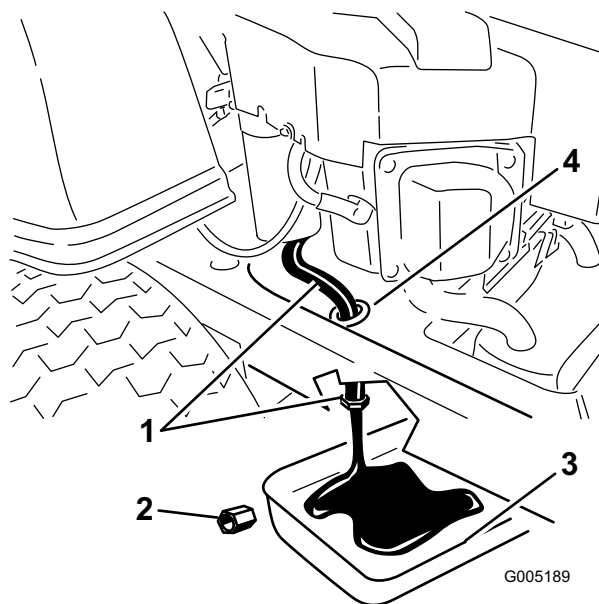

Figure 24
5. Trouvez l'emplacement du flexible de vidange d'huile du côté gauche de la machine. Le bouchon de vidange est fixé à un flexible de vidange acheminé par un orifice de vidange sur le châssis de la machine (Figure 24). Nettoyez autour du bouchon et du flexible de vidange d'huile.
6. Placez un bac de vidange sous la machine, juste sous l'orifice de vidange du châssis, comme illustré à la Figure 24.
7. A l'aide de deux clés (l'une pour tenir le flexible de vidange d'huile, l'autre pour desserrer le bouchon) retirez le bouchon de vidange d'huile (Figure 24).
13. Quand toute l'huile s'est écoulée, remplacez le bouchon de vidange. Serrez le bouchon à 14 Nm (125 pieds-livre). Essuyez l'excédent d'huile (Figure 24).